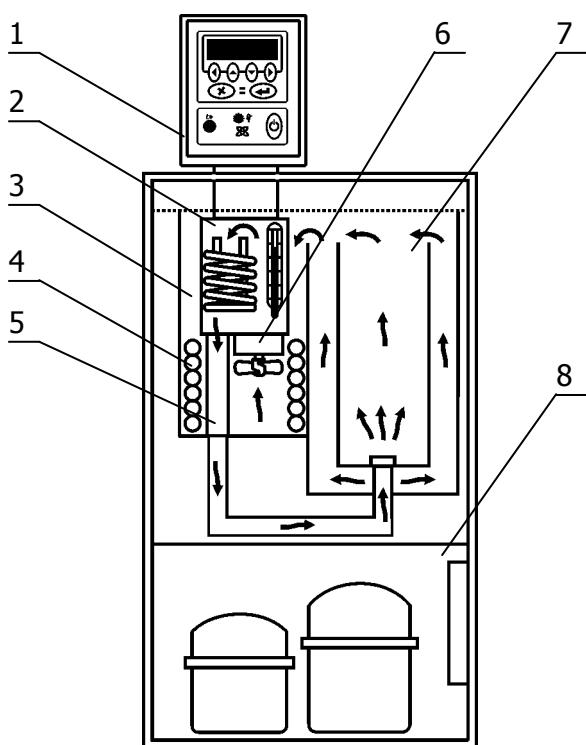

Рисунок 2 - Устройство термостата
1.4.3 Работа термостата заключается в поддержании заданной температуры циркулирующего теплоносителя и обеспечении равномерного температурного поля в рабочей зоне. Циркуляция теплоносителя обеспечивается центробежным насосом 6 расположенным в блоке регулирования температуры (рисунок 2).
1.4.4 Поддержание заданной температуры теплоносителя осуществляется электронным регулятором, расположенными в блоке регулирования температуры 1 (рисунок 2), при помощи датчика температуры и электрического нагревателя. Охлаждение теплоносителя осуществляется с помощью холодильной машины 8 посредством теплообменника 4, установленного в буферной ванне (рисунок 2).